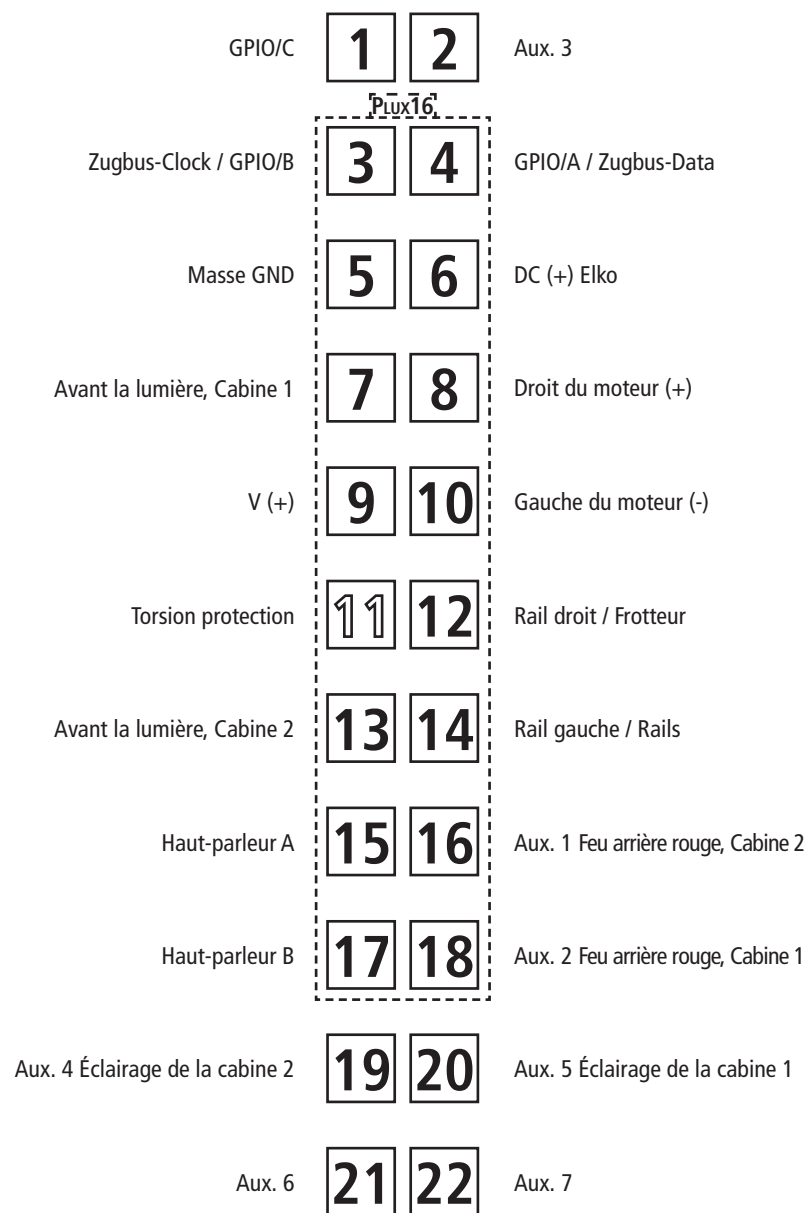

Fig. 5
2. Schmierung: Versehen Sie die im Schmierplan in Fig. 5 gekennzeichneten Stellen mit nur **kleinen Öltropfen**. Dazu zuerst das Lokgehäuse abnehmen (Fig. 3). Wir empfehlen den **ROCO Öler Art.-Nr. 10906**. Fürs Schmieren der Getriebeteile (Zahnräder, Schnecke) empfehlen wir das **ROCO-Spezialfett Art.-Nr. 10905**. Im Falle der Schmierung diese Teile **nicht ölen**.
2. Lubrication: Apply **tiny oil drops** to spots marked in fig. 5. Prior to lubrication dismantle locomotive (fig. 3). We recommend using item no. **10906, Roco oiler**. For lubrication the gearparts (e.g. cogwheels, worm) we should recommended our Roco **special grease** (item no. **10905**). **Attention:** Please do not oil these parts when using our grease.
2. Graissage: N'appliquez **qu'une toute petite goutte** aux endroits indiqués par le plan de graissage (fig. 5) après avoir démonté la caisse de la locomotive (fig. 3). Nous vous recommandons **le graisseur à huile Roco réf. 10906**. Pour graisser les engrenages (roues dentées, vis sans fin) nous vous conseillons la **graisse spéciale Roco réf. 10905** pour engrenages en matières synthétiques. Lorsque vous utilisez cette graisse il faut éviter d'huiler ces composants.